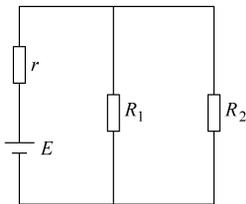

图 3-6
1. 如图 3-6 所示，电源电动势 $E = 6V$ ，内阻 $r = 10\Omega$ ，电阻 $R_1 = 10\Omega$ ，要使 R_2 获得最大功率， R_2 应为多大？这时 R_2 获得的功率是多少？